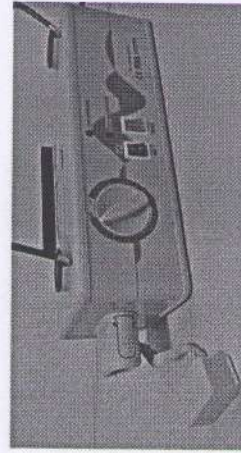

Рис. 10
- Установите соединительный элемент в гнездо компрессора (Рисунок 10).